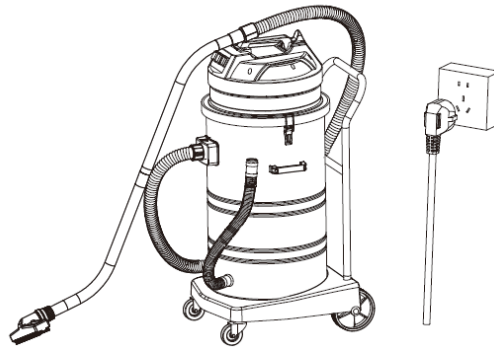

Figur 3
3. Sätt in slangändan med den korta kopplingen i den fyrkantiga kopplingen och för in den fyrkantiga kopplingens brytare i skåran på den korta kopplingen. Den andra änden av slangens ska fästas med olika kopplingar beroende på rengöringsarbetet, såsom munstycket för torrt golv, munstycke för vått golv. (Figur 3).